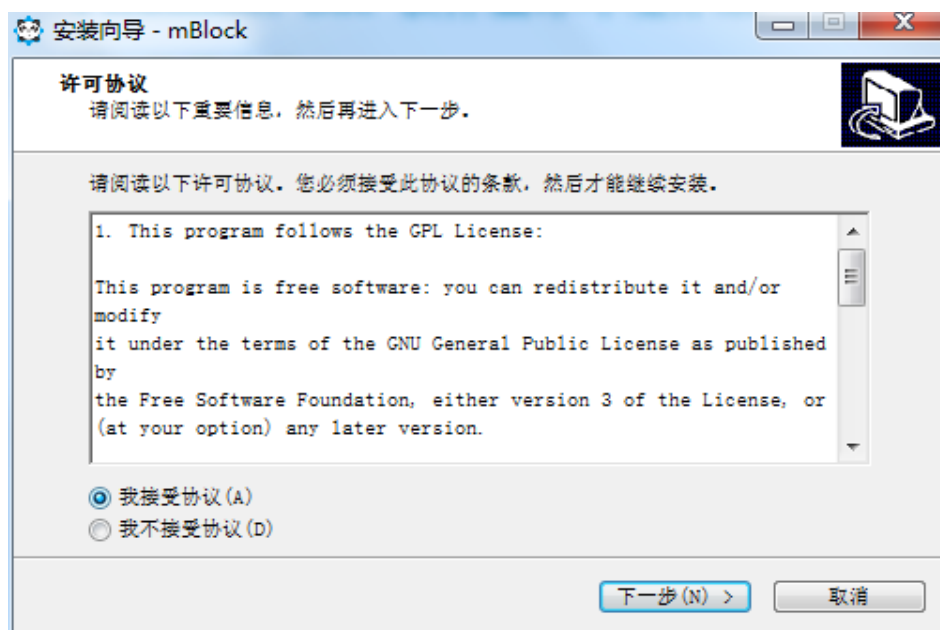
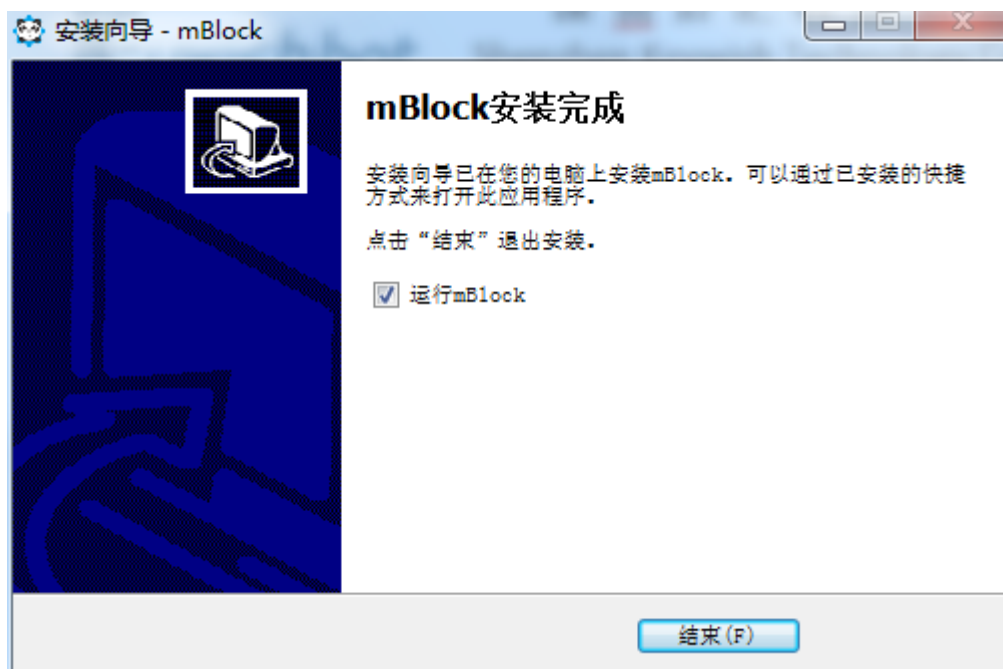

图 1-7
图 1-8
- 3) 点击“我接受协议（A）”如图 1-7，然后一直点“下一步”就可以完成安装，如图 1-8 所示